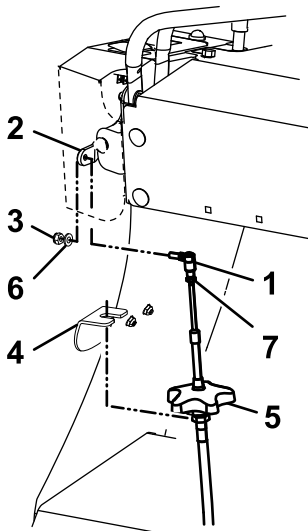

Bild 6
1. Stellen Sie sicher, dass das Kugelgelenk des Kabelzugs sicher am Kabel befestigt ist, verbinden Sie das Kugelgelenk mit dem Steuerarm und sichern Sie es mit einer Unterlegscheibe und einer Sicherungsmutter (1/4"), wie in Bild 6 dargestellt.
6. Bewegen Sie den Flussteuerungshebel nach vorne und zurück, und stellen Sie sicher, dass sich der Klappenarm vollständig öffnet und schließt. Wenn es sich nicht schließen lässt, lösen Sie den Knopf und/oder die Muttern, um den Kabelzug einzustellen, bis die Klappe vollständig geschlossen werden kann, ziehen Sie dann alle Komponenten wieder fest. Stellen Sie sicher, dass die Sicherungsmutter nach allen Einstellungen sicher gegen das Kugelgelenk des Kabelzugs angezogen wurde (Bild 6).